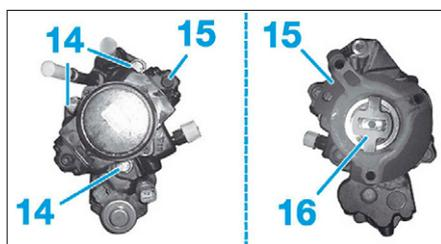

FIG. 45
- les vis (14) (Fig.45),
- la pompe haute pression (15).